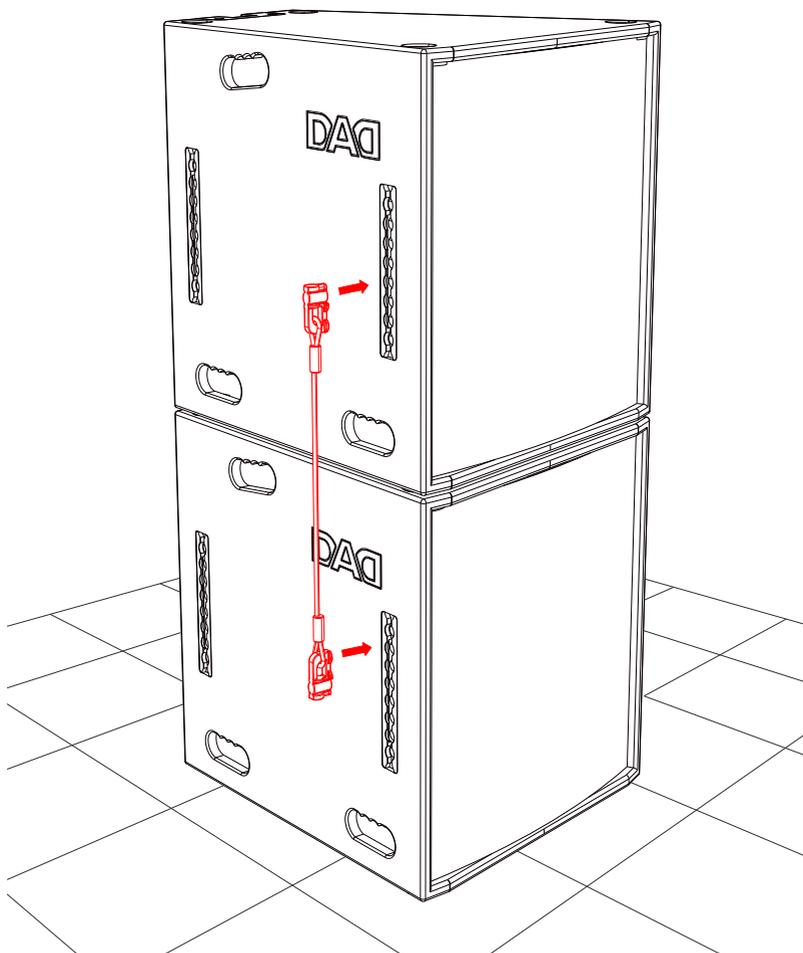

Fig.3 - Esempio di configurazione/Example configuration
1. Collegare il primo diffusore TOURING112H/HP al secondo mediante le FLYTRACK2-500 (fig.3). Controllare che tutte i ganci siano correttamente bloccati.
1. Connect the second TOURING112H/HP loudspeaker to the first using the FLYTRACK2-500 (fig.3). Check that all the hooks are secured and locked.